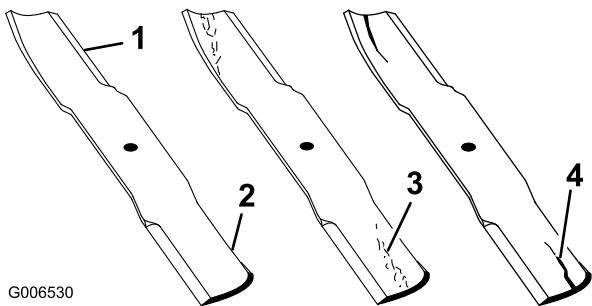

Figura 63
1. Inspeccione los filos de corte (Figura 63). Si los bordes no están afilados o tienen muescas, retire las cuchillas y afílelas. Consulte Afilado de las cuchillas.
2. Inspeccione las cuchillas, especialmente la parte curva (Figura 63). Si observa daños, desgaste o la formación de una ranura en esta zona (elemento 3 en la Figura 63), instale de inmediato una cuchilla nueva.